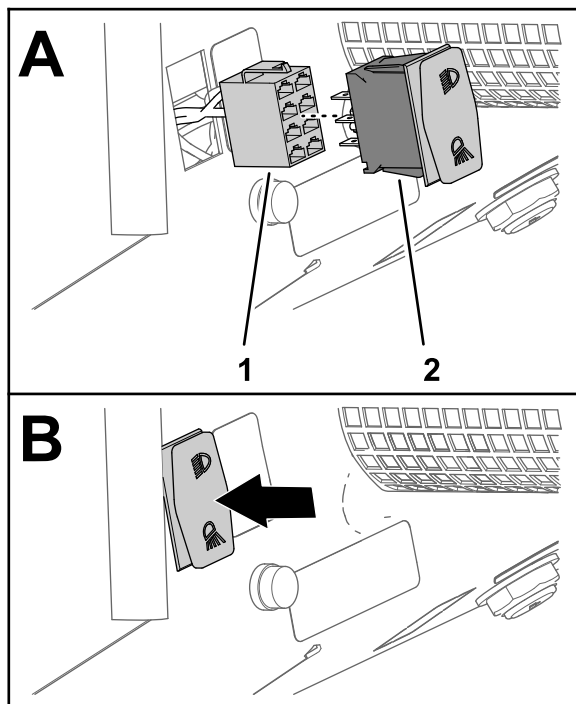

**Figura 30**
4. Insira o terminal na tomada 1 do conector de oito tomadas do interruptor do farol como se mostra na Figura 30.